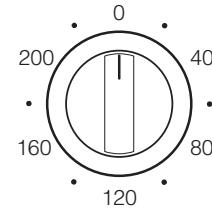

fig. 7
(fig. 7)
- Met de thermostaatknop (fig. 7) is de friteuse instelbaar van 40 - 200 °C. De friteuse is voorzien van een maximaalbegrenzer en is dus beveiligd tegen te hoge temperaturen.